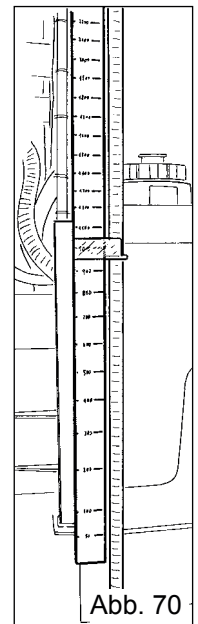

Abb. 70
- Externer Füllstand "feucht" (NICHT ERHÄLTlich); dieses traditionelle System erfasst durch das Prinzip der kommunizierenden Gefäße die Wassermenge im Haupttank. Von der Kabine aus kann man die restliche Wassermenge erkennen, wenn man dort hinsieht, wo sich die farbige Kugel in einem durchsichtigen Kunststoffrohr befindet. Man ist in Reserve, wenn sich die Kugel im unteren Teil des Füllstands befindet (Abb. 70).